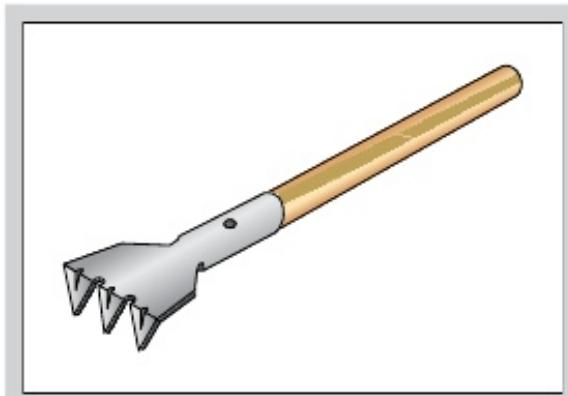

Рис. 21. Садовый рыхлитель
1. Выполните морфологический анализ простого изделия — садового рыхлителя (рис. 21). Рассмотрите возможность применения для изготовления рабочей части и ручки следующих материалов: металла, древесины, пластмассы, а для соединения его частей — гвоздя и шурупа.